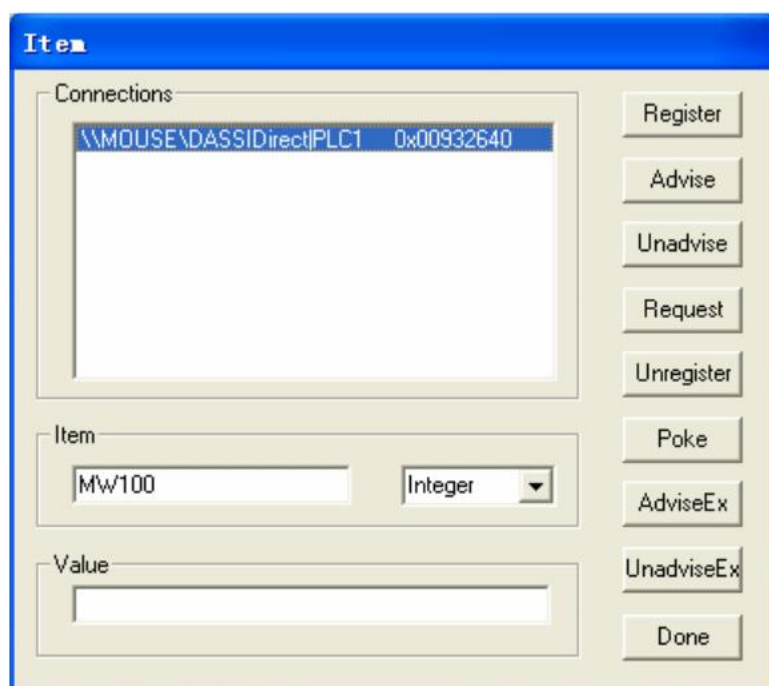

图 9. Item
7. 下图显示了 WClient 成功取得 S7 PLC 数据项 MW100，在 Item 输入框中的输入 MW100，类型悬着 Integer，点击 AdviseEx 注册并开始获取此数据项，如果连接 S7 PLC 的以太网工作正常的话，你会看到从 MW100 寄存器中取得的数据，如图 9，10 所示：